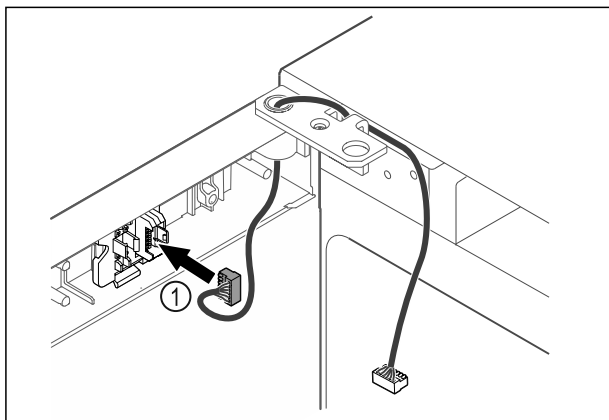

Fig. 39
- Stekker Fig. 39 (1) in stekkerhouder steken.